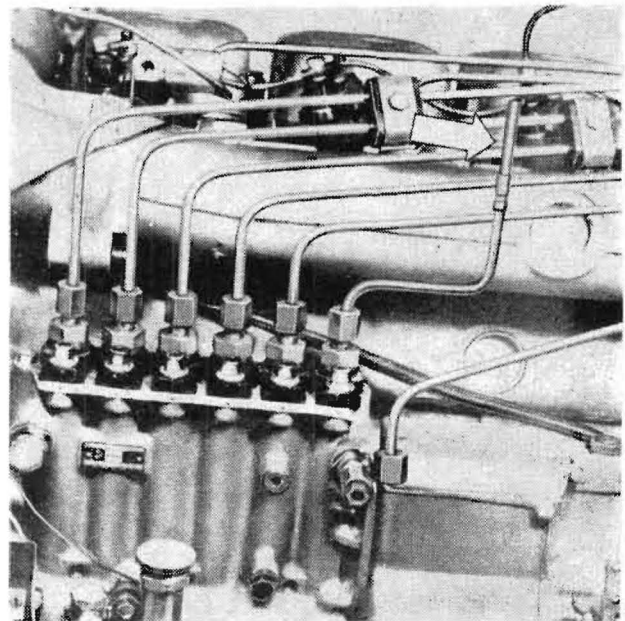

Bild 6/49
- Einspritzleitung zum Zylinder Nr. 1 von Einspritzpumpe entfernen (erste Leitung vom Einspritzpumpenregler aus gesehen) und dafür das Kapillarrohr 27 96923 006 (Sonderwerkzeug des Motorenherstellers) aufschrauben (Bild 6/49).